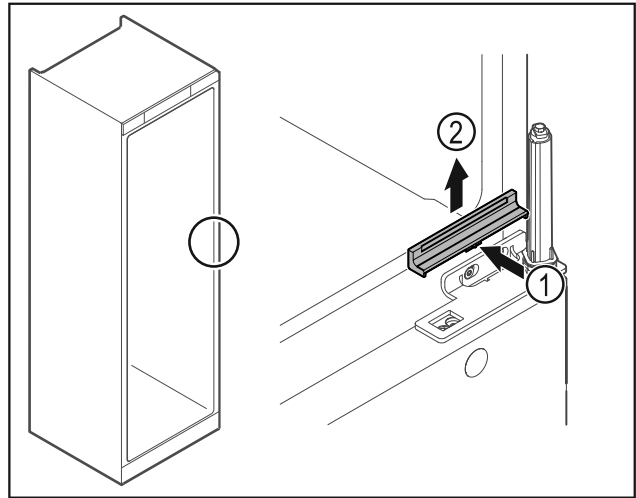

Fig. 25
- ▶ Paina suojusta Fig. 25 (1) kevyesti keskeltä ja ota se yläkautta pois Fig. 25 (2).